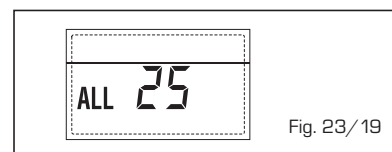

Fig. 23/19
– **ANOMALÍA Sonda AUXILIAR (S3) “ALL 26” (fig. 23/20)**